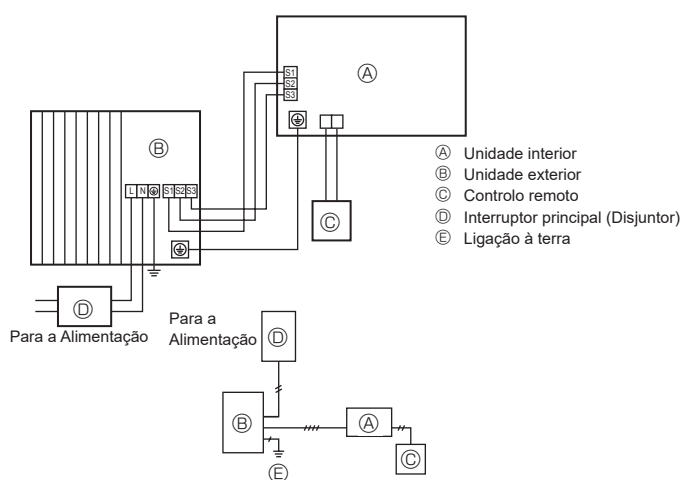

Fig. 6-1
### 6.1. Unidade exterior (Fig. 6-1, Fig. 6-2)
- ① Remova o painel de manutenção.
- ② Ligue os cabos consultando a Fig. 6-1 e a Fig. 6-2.